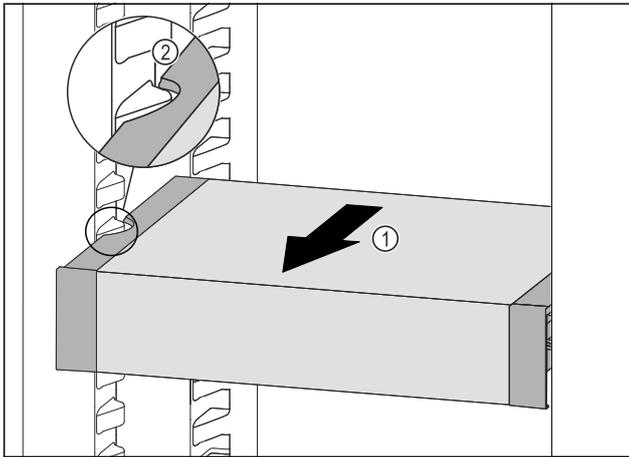

Fig. 111
- ▶ Tirare VarioSafe in avanti Fig. 111 (1) fino a quando le cavità laterali di VarioSafe non si trovano al livello della nervatura del contenitore nel vano frigorifero. Fig. 111 (2)